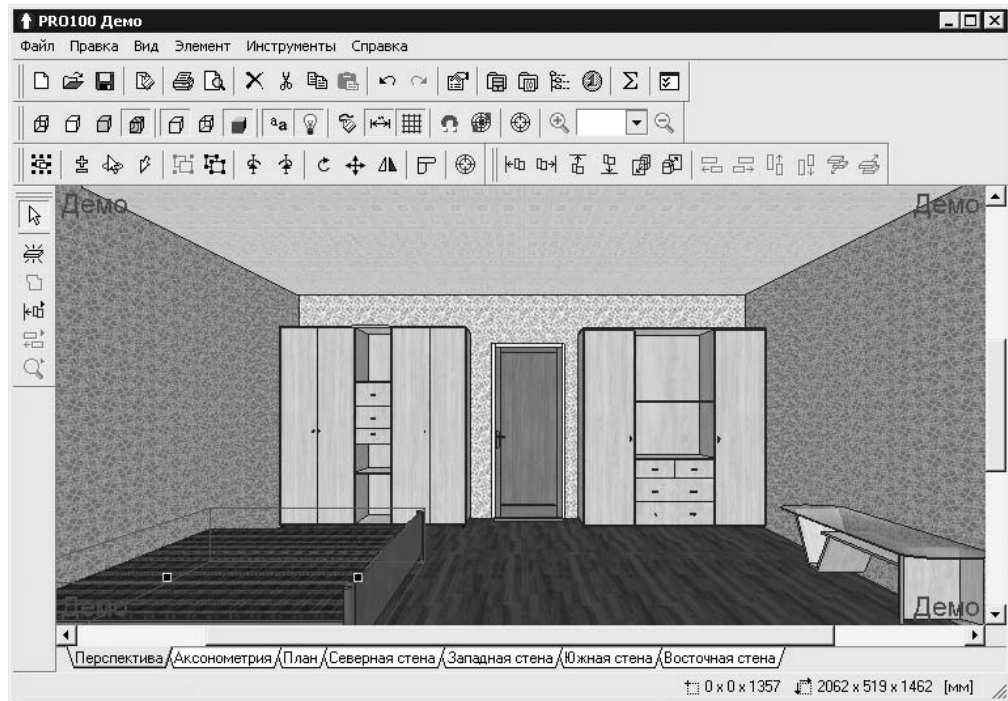

Рис. 9.21
3. Добавить все необходимые объекты из библиотеки Мебель так, как добавляли в проект шкаф (рис. 9.21).